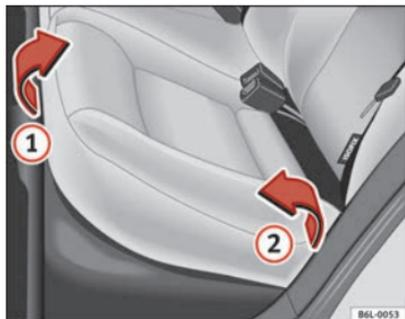
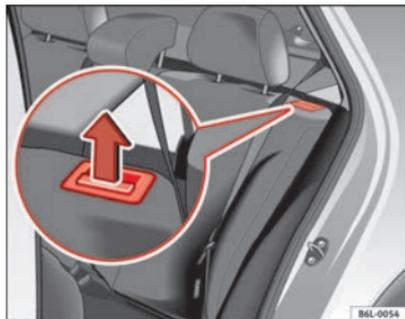

Abb. 77 Die Sitzfläche des Rücksitzes anheben
Abb. 78 Verriegelungstaste der Rücksitzlehne
- Ziehen Sie das Sitzpolster an der Vorderseite ⇒ Abb. 77 ① in Pfeilrichtung nach oben.
- Heben Sie das Sitzpolster ② in Pfeilrichtung nach vorne an.
- Ziehen Sie die Entriegelungstaste ⇒ Abb. 78 in Pfeilrichtung und klappen Sie die Sitzlehne nach vorne.